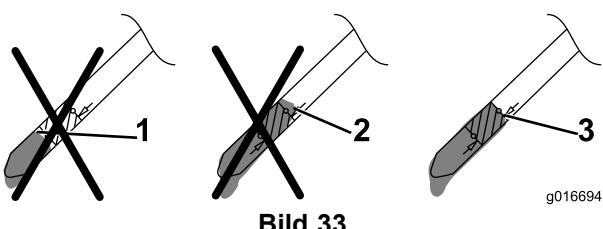

Bild 33
- Füllen Sie bei einem zu niedrigen Ölstand **langsam** etwas Öl in den Öleinfüllstutzen: Wiederholen Sie die Schritte 9 bis 11, bis der Ölstand richtig ist, wie in Bild 33 dargestellt.